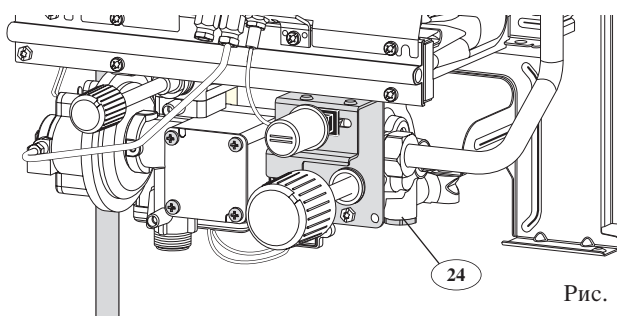

Рис. 14
- Отверните пробку дренажа (24) (рис. 14).